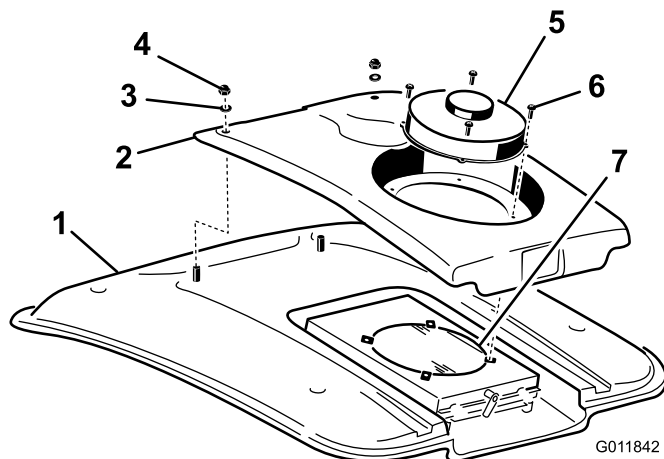

図 104
2. ファン取り付け部にファンとコンデンサを固定しているねじ(4本)を外す(図 104)。
4. コンデンサカバーの前部をキャブの屋根に固定しているナット(2個)とワッシャを外す(図 104)。
8. スクリーンを圧縮空気ですていねいに洗浄する(図 104)。